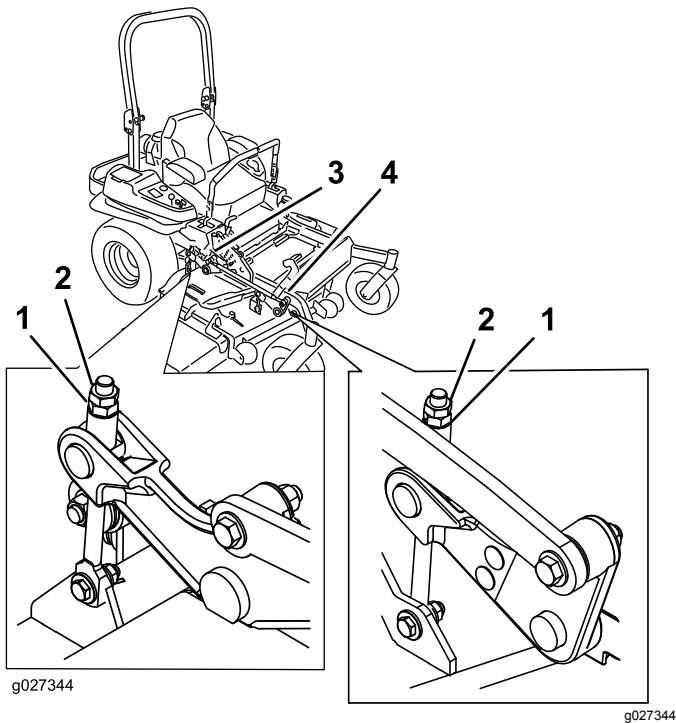

**Figura 94**
9. En ambos lados de la carcasa, mida desde la superficie nivelada hasta la punta delantera de la cuchilla (Posición A), según se muestra en la Figura 94.
16. En ambos lados de la carcasa, mida desde la superficie nivelada hasta la punta trasera de la cuchilla (Posición B), según se muestra en **Figura 94**.